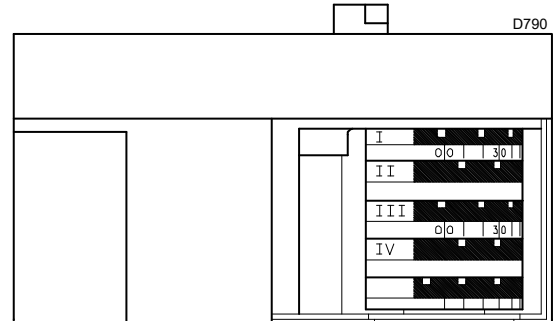
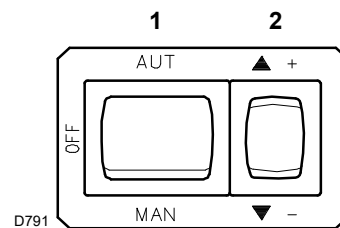
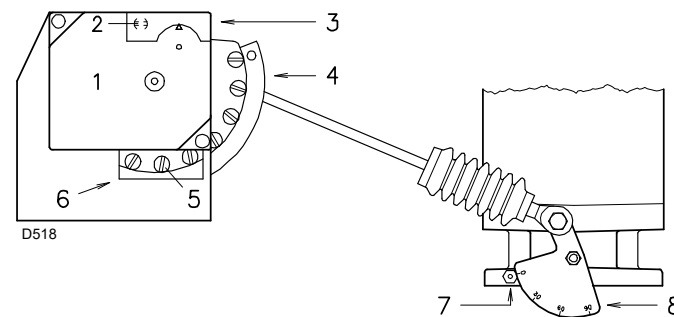

Fig. 28
Fig. 29
Fig. 31
El servomotor (Fig. 28) regula simultáneamente el registro del aire mediante la leva de perfil variable y la válvula de mariposa del gas.
Cerrar los termostatos y poner el interruptor 1)(Fig. 29) en la posición "MAN".
Presionar el pulsador 2)(Fig. 29 en la pág. 23) "disminución de potencia" (▼ -) y mantenerlo presionado hasta que el servomotor haya cerrado el registro de aire y la válvula de mariposa del gas a 20° (regulación hecha en fábrica).
- Si es necesario disminuirlo, reducir un poco el ángulo de la leva III (Fig. 28 en la pág. 23) mediante desplazamientos cortos consecutivos, es decir, pasando del ángulo de 20° a 18° - 16°...
- Si es necesario aumentarlo, presionar un poco el pulsador 2)(Fig. 29 en la pág. 23) "aumento de potencia" (▲ +) (abrir 10-15° la válvula de mariposa del gas), aumentar el ángulo de la leva III (Fig. 28 en la pág. 23) con desplazamientos cortos consecutivos, es decir, pasando del ángulo de 20° a 22° - 24°...
Variar progresivamente el perfil inicial de la leva 4)(Fig. 31) girando los tornillos de la leva que aparecen en el interior de la abertura 6). Si es posible, no girar el primer tornillo, dado que es el que se utiliza para cerrar completamente el registro del aire.
Leyenda (Fig. 31)
En la descripción anterior el quemador quedó encendido, funcionando a la potencia MÍN. Presionar ahora el pulsador 2)(Fig. 29 en la pág. 23) "aumento de potencia" (▲ +) y mantenerlo apretado hasta que el servomotor haya abierto el registro del aire y la válvula de mariposa del gas a 90°.
Variar progresivamente el perfil final de la leva 4)(Fig. 31) girando los tornillos de la leva que aparecen en el interior de la abertura 6).
Presionar un poco el pulsador 2)(Fig. 29 en la pág. 23) "aumento de potencia" (▲ +) de manera que un nuevo tornillo 5)(Fig. 31) aparezca en el interior de la abertura 6)(Fig. 31), regular hasta obtener una óptima combustión. Proceder del mismo modo con los demás tornillos.
Apagar el quemador con el interruptor 1)(Fig. 29 en la pág. 23), posición OFF, desbloquear la leva de perfil variable, situando en posición vertical la ranura 2)(Fig. 31) desde el servomotor y, haciendo girar a mano varias veces la leva hacia adelante y atrás, verificar que el movimiento sea suave y sin atascos.